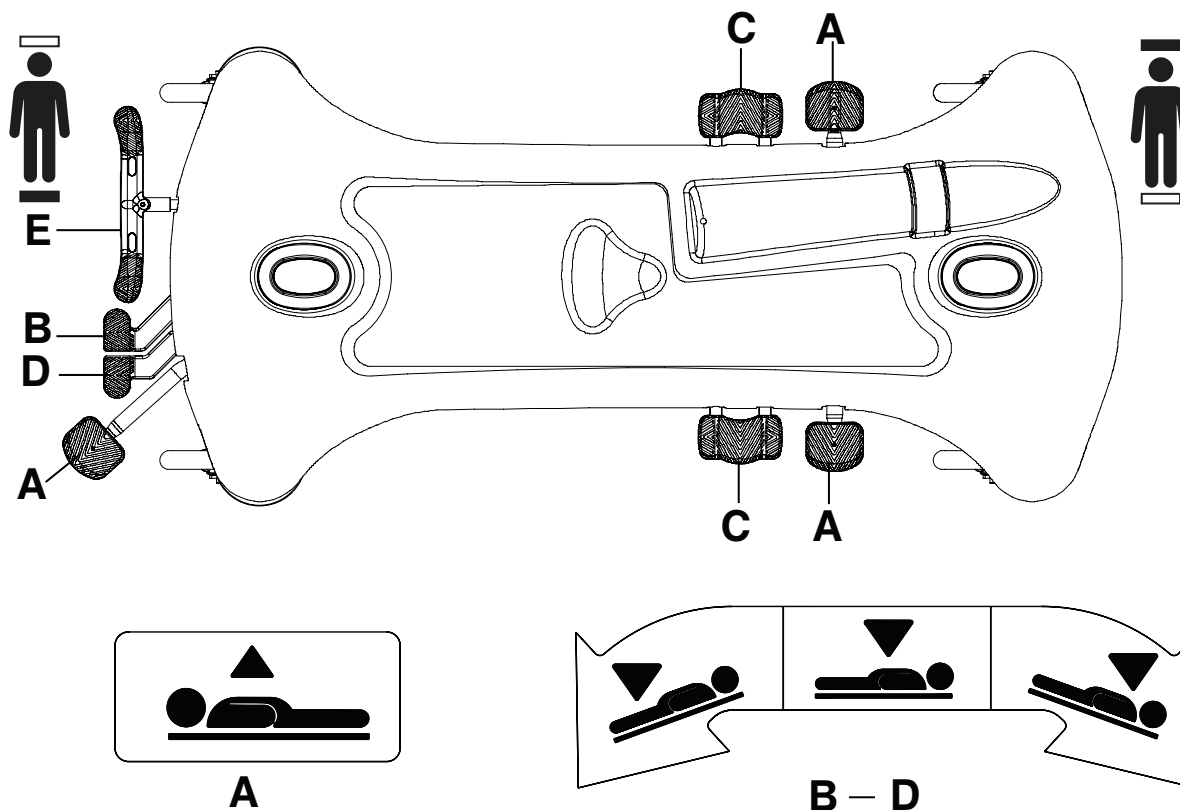

Figura 2 – Sollevamento e abbassamento del lettino
Per alzare il lettino, premere il pedale a pompa (A) fino a raggiungere l'altezza desiderata (Figura 2).
Per abbassare il lato testa del prodotto, premere il pedale di sblocco del lato piedi (D) oppure premere sul lato del pedale unico di abbassamento (C) più vicino al lato testa finché il lettino non sia orizzontale (Figura 2).
Per abbassare il lato piedi del prodotto, premere il pedale di sblocco del lato piedi (B) oppure premere sul lato del pedale unico di abbassamento (C) verso il lato piedi (Figura 2).